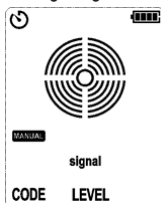

Abbildung 10.1.4a Kein Signal erkannt
1. Drücken Sie „AUTO/MANUAL“, damit wird auf dem Display „MANUAL“, wie in Abbildung 10.1.4a dargestellt, angezeigt.